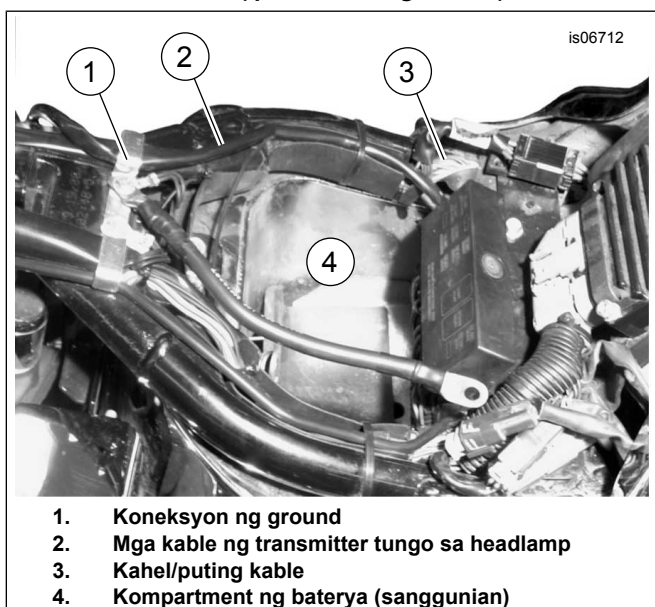

Figure 6. Mga Koneksyon ng Power at Ground, 2000-2017 na Softail (Ipinakikita ang FLSTC)
4. Tingnan ang Figure 6 . Iruta ang mga kable ng transmitter (2) patungo sa kompartment ng baterya (4) at sa tabi ng kanang bahagi ng frame.